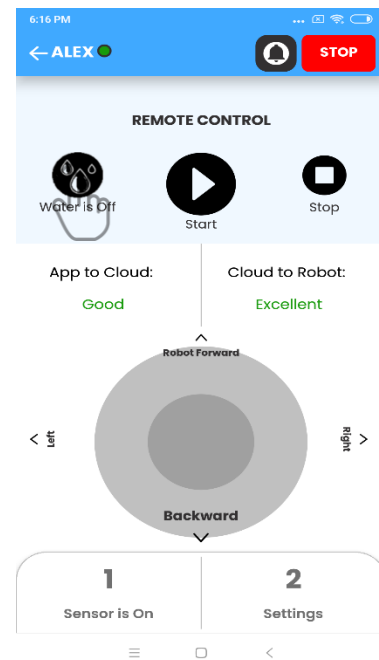

Fig. 6
6. Schakel deze knop in om de waterstraal desgewenst uit te schakelen (fig. 6). De knop geeft "Water is uit" weer in zijn gebruikelijke zwarte kleur.